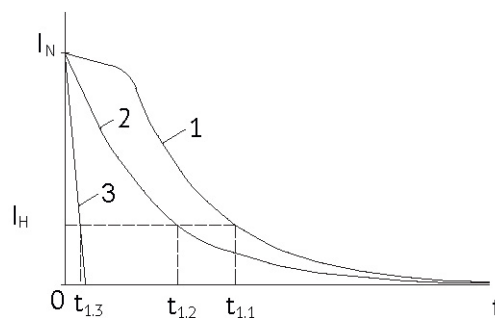

Рисунок 8
1. Если питание выпрямителя осуществляется от клемм электродвигателя время срабатывания $t_{1,1}$ кривая 1 (Рисунок 8) — очень продолжительное, так как после отключения напряжения питания электродвигателя, вследствие остаточной магнитной индукции электродвигателя наводится медленно затухающее напряжение, которое продолжает питать выпрямитель, а с ним и тормоз. Кроме того, сила магнитного поля относительно медленно гасится контуром холостого хода выпрямителя.
2. Если питание выпрямитель осуществляется от отдельной цепи, время срабатывания $t_{1,2}$ кривая 2 (Рисунок 8) — продолжительное, так как после отключения напряжения питания выпрямителя сила магнитного поля относительно медленно гасится контуром холостого хода выпрямителя.
Электрическая цепь прерывается между выпрямителем и катушкой, а также со стороны сети. Магнитное поле исчезает очень быстро. Это обеспечивает короткое время срабатывания $t_{1,3}$ кривая 3 (Рисунок 8) и способствует быстрому увеличению тормозного момента.